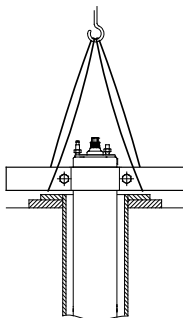

Abb. 15 Motor in aufrechter Position
- Den Motor am Brunnenkopf aufrecht hinstellen. Siehe Abb. 15.